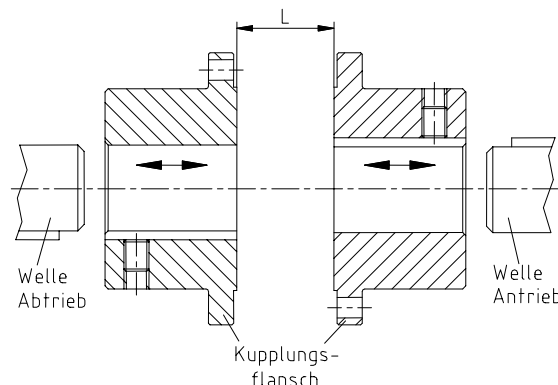

Fig. 26: Montaggio delle flange di accoppiamento
- Montare la flangia di accoppiamento sull'albero, sul lato conduttore o condotto (vedere fig. 26). L'interno della flangia di accoppiamento deve essere a livello con le facce degli alberi.